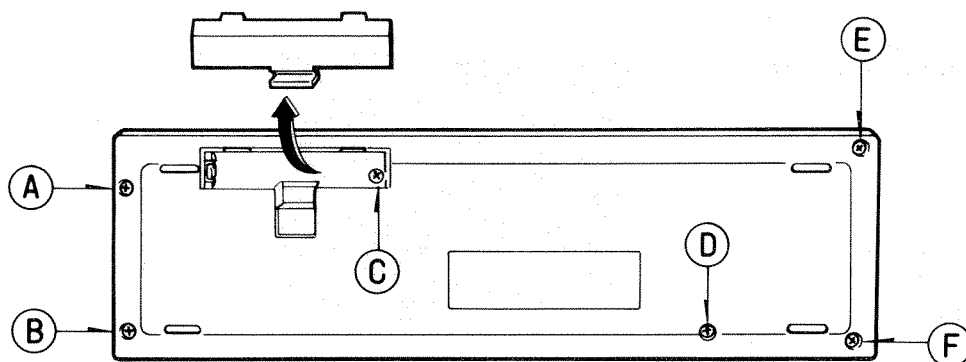

図 1 Fig. 1
- ① ユニットを裏がえし、電池カバーを外し、電池 5 本を取り出します。
- ② 図 1 の矢印(A)～(F)の穴の中の止めネジ(6本)を⊕ドライバーで取り外します。
- (1) Turn over the unit, remove the battery cover and take out the 5 batteries.
- (2) Remove the six screws in holes (A) – (F) indicated by the arrows in Fig. 1.